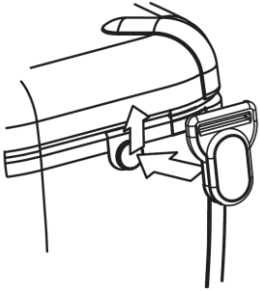

图 54
请按图 54, 55 和 56 正确安装。将仪器挂在脖子上可使双手自由操作。
1. 按图 54 将带扣系到 KEW6016 本体上。